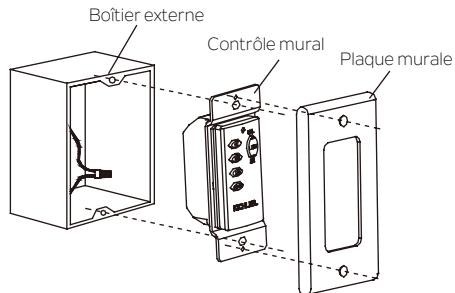

Fig. 26
**Étape 2.** Utiliser les vis fournies pour fixer la commande murale à la prise de courant. (Fig. 26)